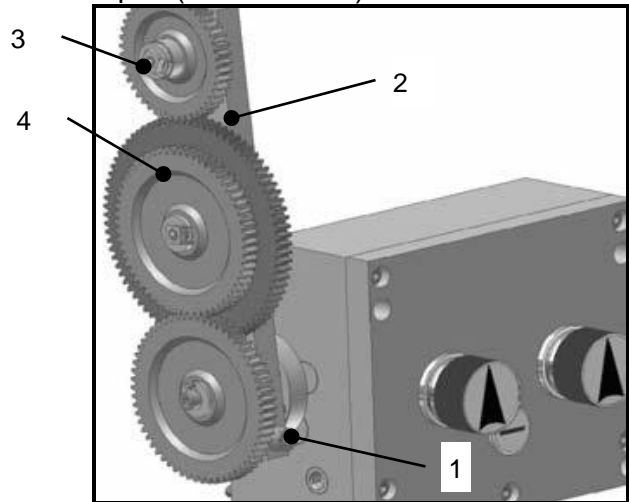

Рис. 27
- Ослабьте винт (1, Рис.27) поворотной консоли (2, Рис.27)
- Выведете, повернув на себя, из зацепления со шпинделем консоль (2, Рис.27) с набором шестерен для удобства настройки
- Извлеките фиксирующие шайбы осей шестерен, и открутите квадратные гайки (3, Рис.27)
- Аккуратно снимите шестерни (4, Рис.27) с осей, извлеките передвигаемые сухари осей шестерен (не показаны).
После регулировки зазоров между шестернями и их фиксации, поворотом консоли (2, Рис.27) введите шестерни в зацепление с шестерней на шпинделе и зафиксируйте ее винтом (1, Рис.27).